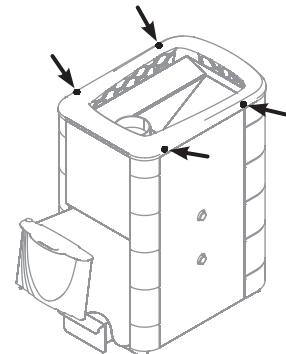

Рисунок 6. Винты для демонтажа рамки конвектора печи «Тунгуска 2011»
1. Снять рамку конвектора, открутив 4 самореза (рисунок 6)